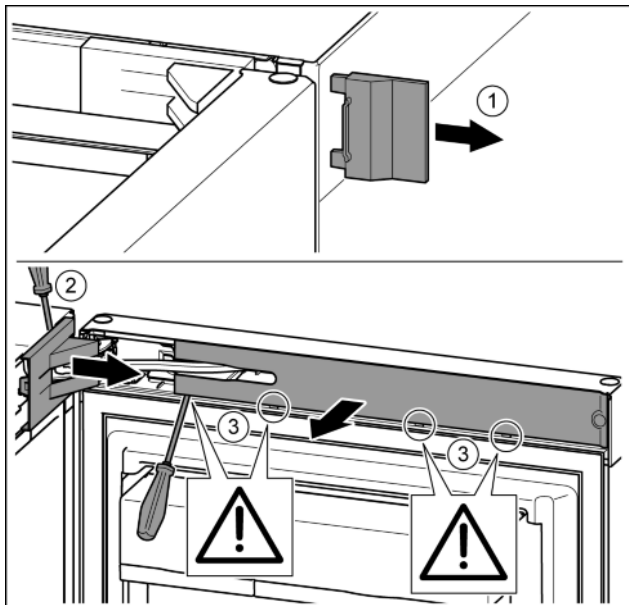

Fig. 8
- ▶ Zdjąć zewnętrzną osłonę. Fig. 8 (1)
- ▶ Przy pomocy śrubokręta wyczepić i poluzować osłonę płytki zawiasu. Zdjąć osłonę płytki zawiasu. Fig. 8 (2)
- ▶ Przy pomocy śrubokręta wyczepić zaślepkę i odchylić w bok. Fig. 8 (3)